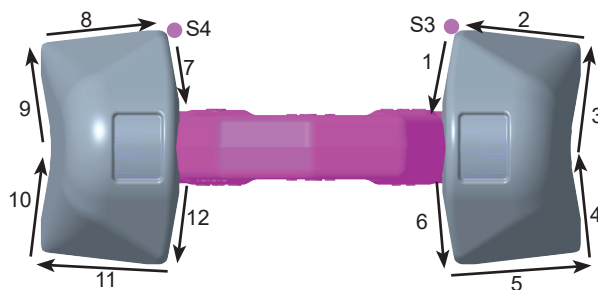

Fig. 2 : Ordre de soudure finitions (S = point de départ)
- Commencez au point de départ S3 et soudez ensuite les sections 1 - 6 (Fig. 2).